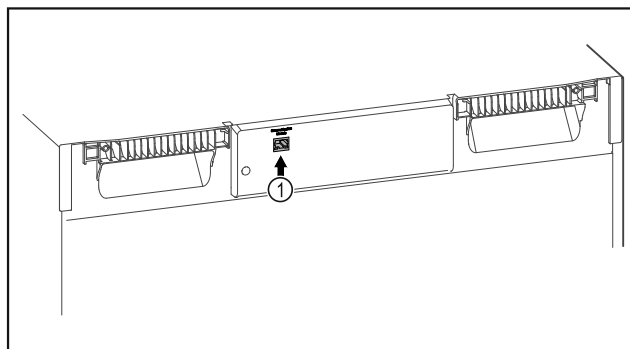

Fig. 130
- ☐ SmartModule Fig. 130 (1) è inserito.